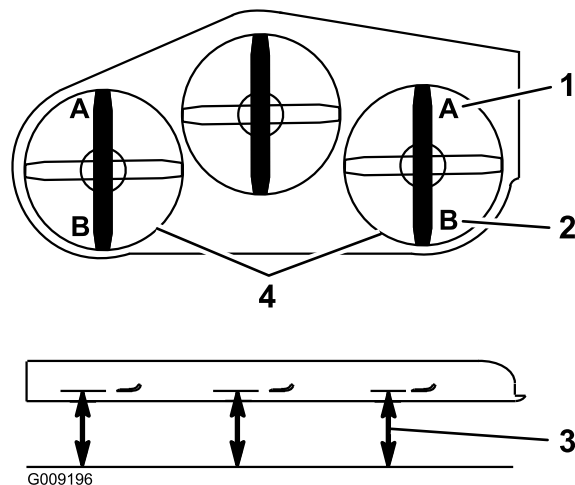

図 70
9. デッキの左右両側で、水平な床面から各ブレードの刃先までの高さを測定する (A位置)。この高さが 7.6 cm であれば適正である (図 70)。
15. デッキの左右両側で、水平な床面からブレードの後端までの高さを測定する (B位置)。この距離が 8.3 cm あれば適正である (図 70)。